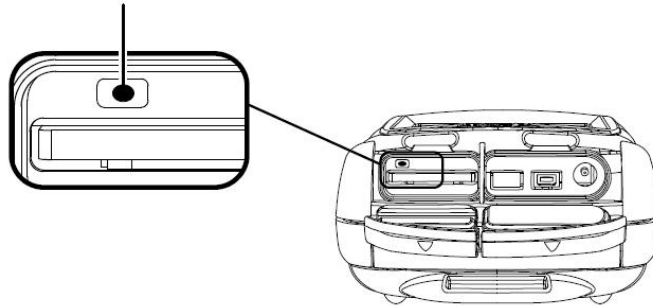

Рис. 7-1. Перезагрузка программного обеспечения
- Используя стилус, нажмите на кнопку перезагрузки в верхней части разъема SD карты памяти (Рис. 7-1. Перезагрузка программного обеспечения).